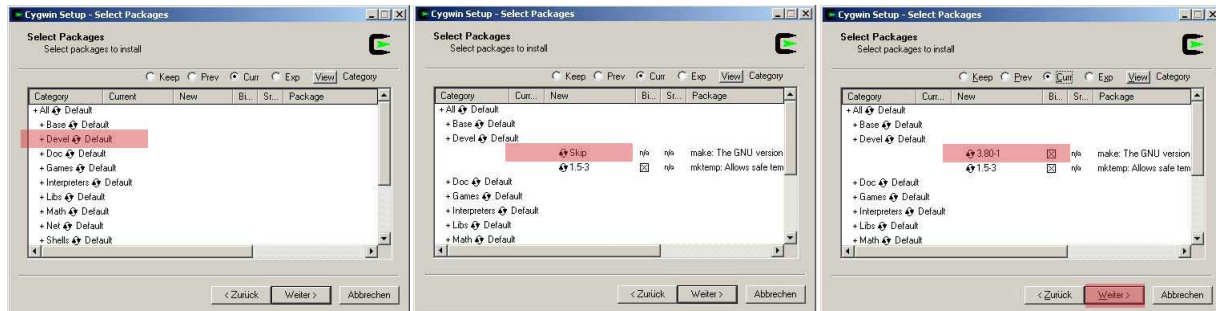

Abbildung 1.2: Paket-Selektor im Cygwin-Setup
- Select Packages: Zusätzlich zu den Standardpaketen wird das Paket `make` gewählt. Klicken Sie hierzu auf die Kategorie `Devel`, dann das Wort `Skip` in der Zeile des `make`-Paketes, bis das Paket ausgewählt ist (Abb. 1.2)